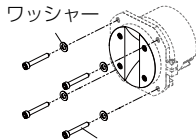

図 4
6. キャビネット内側から ET-703a を差し込み、バッフルおもて面から付属の六角穴付ネジ (4本) にそれぞれ付属のワッシャー (4ヶ) を入れて付属の六角レンチで固定します (図 4)。